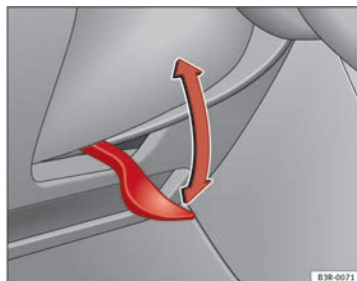

Fig. 132 Lever beneath steering column
- Push the lever ⇒ Fig. 132 down ⇒ ⚠.